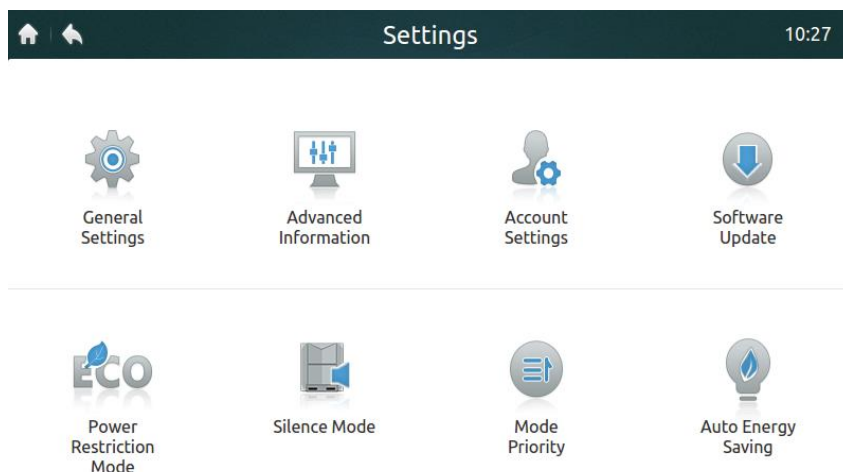
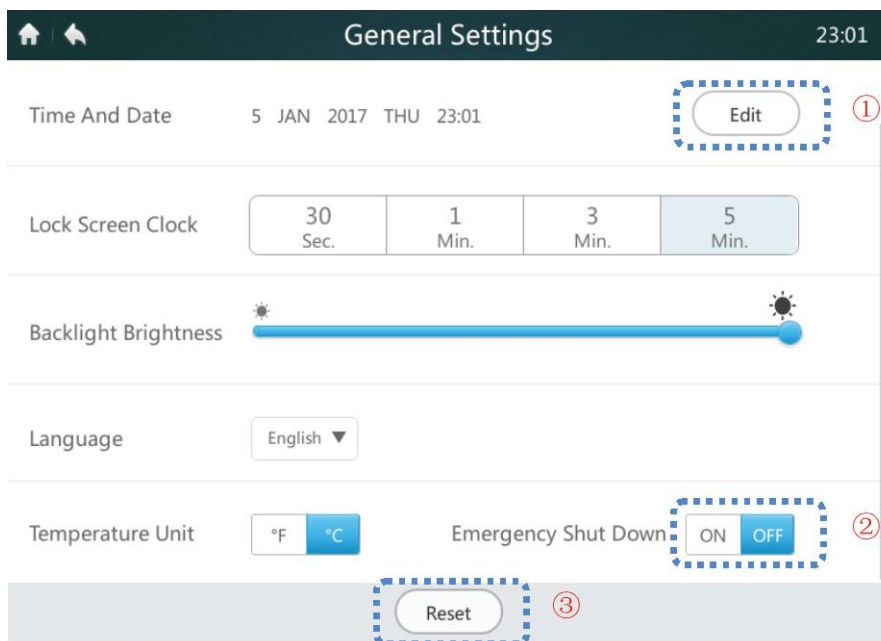
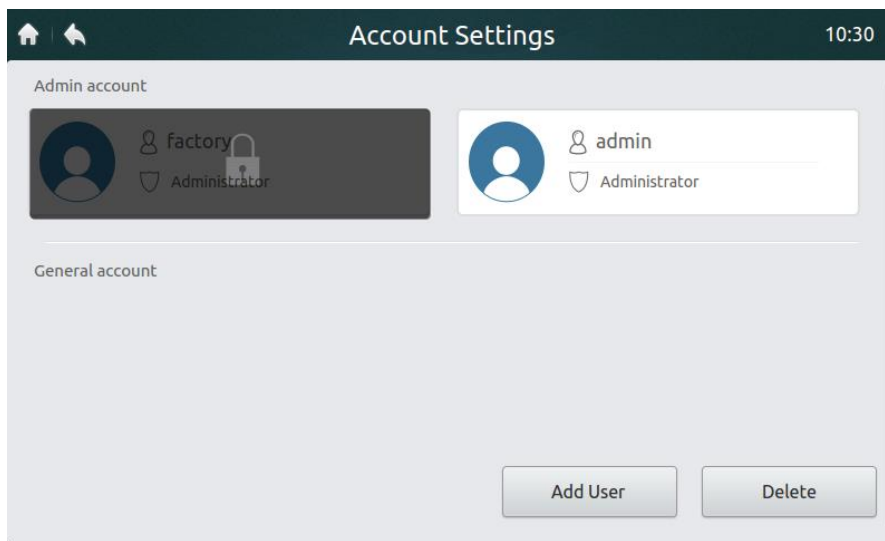

Figura 41: Página de inicio de la página Settings (Configuración)
Figura 42: Página de inicio de la página General Settings (Configuración general)
Figura 47: Página de inicio de la página Account Settings (Configuración de la cuenta)
1. Haga clic en el botón “General Settings” (Configuración general) que se muestra en la figura 41 para pasar a la interfaz que se muestra en la figura 42.
2. Haga clic en el botón “Edit” (Editar) marcado como “1” en la figura 42 para pasar a la interfaz abajo indicada.
Si se produce una situación de emergencia, haga clic en el botón marcado como “2” en la figura 42 para activar el apagado de emergencia. El mando central envía el comando a todas las unidades interiores y desactiva el mando a distancia. Las unidades interiores sólo se pueden volver a poner en marcha cuando esta función está desactivada.
La función de reinicio sólo puede ser activada por el técnico instalador o el administrador del sistema. Haga clic en el botón “Reset” (Reinicio) marcado como “3” en la figura 42 para eliminar la información introducida por el usuario (incluidos horarios, grupos, cuentas de usuario habituales y mensajes) y renovar los valores por defecto de fábrica (incluida la fecha, el tiempo de bloqueo del display, la luz de fondo, el idioma, la temperatura y el horario de verano). Cuando haga clic en el botón “Reset” (Reinicio), se visualizará la pregunta. Haga clic en “Yes” (Sí) para confirmar esta operación para reiniciar el mando central. Haga clic en “No” para cancelar la operación de reinicio.
2. Haga clic en el botón “Advanced Information” (Información detallada) que se muestra en la figura 41 para pasar a la interfaz abajo indicada. Puede elegir si quiere ver los parámetros de las unidades exteriores (Outdoor Units) o de las unidades interiores (Indoor Units). Consulte las tablas 12 y 13 para ver más detalles.
2. Haga clic en el botón “Account Settings” (Configuración de la cuenta) que se muestra en la figura 41 para pasar a la interfaz que se muestra en la figura 47.
3. Haga clic en el botón “Add User” (Añadir usuario) en la parte inferior derecha de la página (véase la figura 47) para que aparezca la interfaz siguiente. Introduzca el nombre de usuario (User name) y la contraseña (Password) y vuelva a introducir la contraseña y luego haga clic en el botón “Add” (Añadir) para guardar la configuración. Haga clic en el botón “Cancel” (Cancelar) para cancelar la configuración.
4. Haga clic en el botón “Delete” (Borrar) en la parte inferior derecha de la página (véase la figura 47) para mostrar el icono en la esquina superior derecha de las cuentas de usuario habituales, como se muestra en la figura siguiente. Haga clic en el icono en la parte superior derecha de la cuenta de usuario que desea borrar.